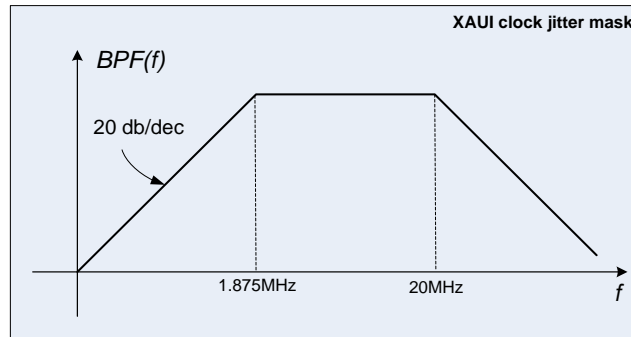
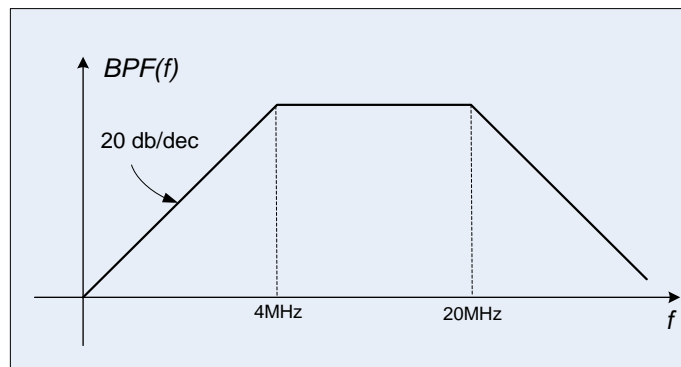

Figure 1. 10GBASE-X4 timing jitter mask
Figure 2. 10GBASE-R timing jitter mask
XAUI インターフェースには 4 つのシリアルレーンがあります。通常、各レーンの送信側にはデータレート 2.5Gb/s のパラレルデータストリームをポーレート 3.125 Gbps の差動シリアルデータストリームに変換する 8b/10b エンコーダおよびシリアライザがあります。受信側は、クロック・データリカバリ(CDR)回路を用いて、シリアルデータストリームからクロック情報を抽出しデータのサンプリングを行います。リンク性能へのクロックソースの影響は TX PLL および RX CDR によって決まります。IEEE802.3-2005 規格第 47 項によると、TX PLL は 20 MHz の帯域幅の二次 PLL としてモデル化されており、CDR は 1.875 MHz のコーナー周波数の PLL としてモデル化されています。これらの 2 つの PLL を組み合わせることにより、ジッタ応答は帯域通過フィルタ(BPF)特性を示し、低周波と高周波のジッタ成分が低減する事になります。したがって、図 1 に示す応答特性をもつフィルタにクロックタイミングジッタまたは位相ノイズを通すことによって、クロックタイミングジッタの影響を推定できます。
オプティカル 10 GbE に通常使用される 10GBASE-R は、10.3125 Gbps の通信速度でデータを送受信するために 66b/64b エンコーディングを使用しています。XAUI リンククロックに使用される基準クロックは、10 Gbps シリアルリンクのクロックにも使用できます。10 Gbps シリアルリンクはデータの送信や復元に TX PLL および RX CDR 回路を使用するので、クロックジッタの影響を推定するために図 1 に類似した帯域通過ジッタフィルタを使用できます（低い方の遮断周波数が 1.875 MHz（IEEE802.3-2005 第 52 項）ではなく 4 MHz の場合を除きます）。タイミングジッタフィルタ応答を図 2 に示します。
- 1.875 MHz のコーナー周波数を持つ 1 次高域フィルタ (HPF) を使用。ジッタの積算範囲は 12 kHz~20 MHz。 (図 1 参照)
- 4 MHz のコーナー周波数を持つ 1 次高域フィルタ (HPF) を使用。ジッタの積算範囲は 12 kHz~20 MHz。 (図 2 参照)
10GbE システム内のシリアルインターフェイスへの基準クロックの影響は、適切なフィルタマスクをクロック位相ノイズに適用することによって判断できます。図 1 および図 2 に示すように、通常これらのマスクはバンドパス特性をもちます。